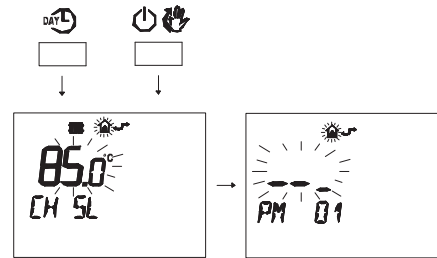

Fig. 5.56
- Premere contemporaneamente i pulsanti DAY e P per entrare nella programmazione trasparente (Fig. 5.56).